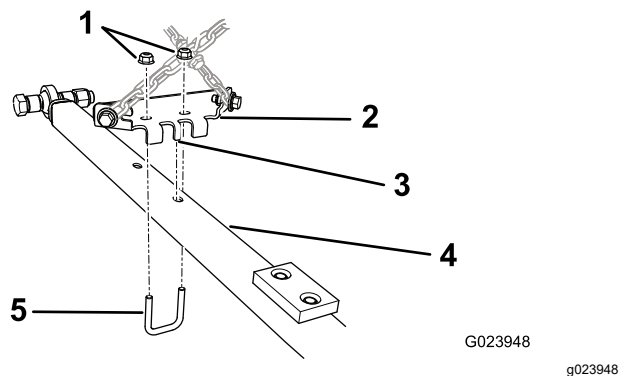

Figura 7
1. Alinhe a patilha central no suporte da barra de engate com o furo na parte traseira da barra (Figura 7).